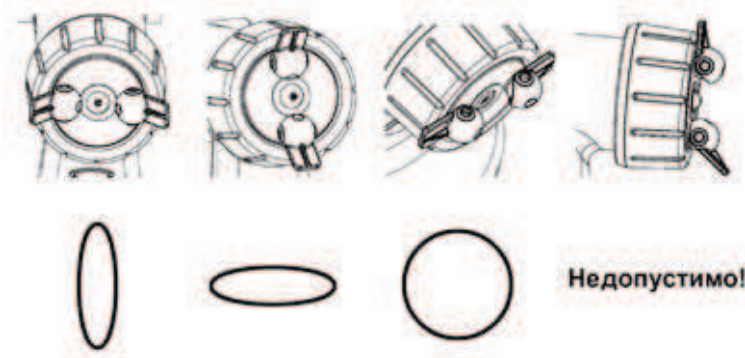

рис. 2
6.3 Факел можно настроить с помощью лепестков регулировки факела распыляемого материала (рис. 2).